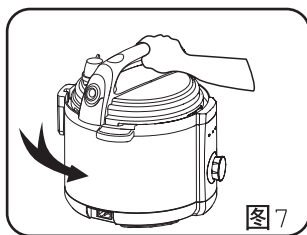
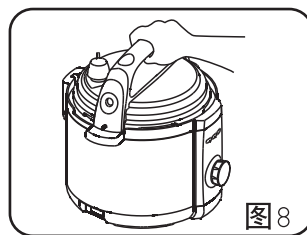

图7
图8
- (1) 检验密封圈是否已放入内盖上；
- (2) 用手左右旋转一下密封圈，使它自由均匀放置在煲盖上；
- (3) 手握煲盖手柄，平放至限位边，然后逆时针旋转煲盖至扣合位置，并听到扣合声。（见图7，图8）